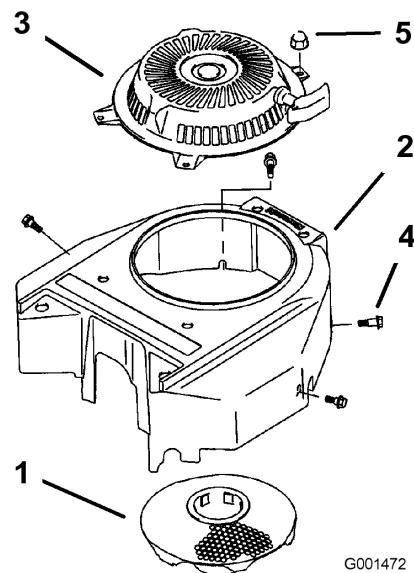

Figura 34
3. Retire la rejilla de entrada de aire, el arrancador de retroceso y la carcasa del ventilador (Figura 34).
5. Instale la rejilla de entrada de aire, el arrancador de retroceso y la carcasa del ventilador (Figura 34).